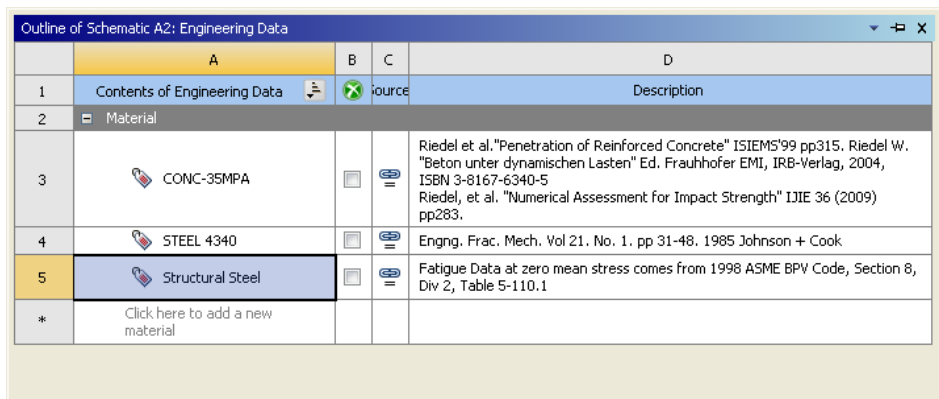

图 15-5 已添加的材料
6) 在界面的空白处右击, 在弹出的快捷菜单中选择“Engineering Data Sources”, 返回到初始界面中, 此时 Outline of Schematic A2 窗口中显示添加的“STEEL 4340”和“CONC-35MPA”, 如图 15-5 所示。